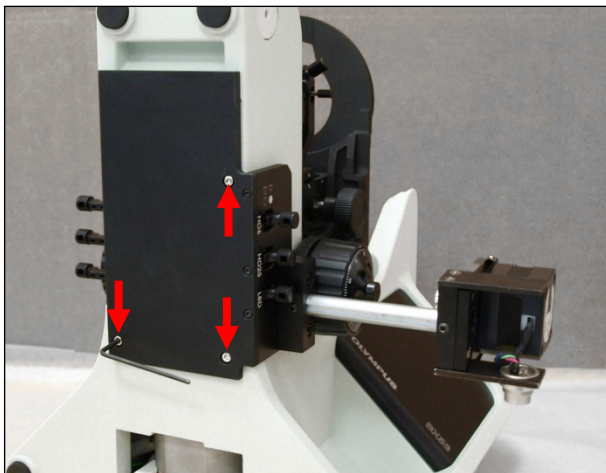

Abb. 5
- ▶ Befestigen Sie den MFD-2 (1) am Mikroskop, wie in Abb. 5 dargestellt. Verwenden Sie dazu die 3 Schrauben M3 x 8 DIN 912 (8) und den Innensechskantschlüssel SW 2,5 (6).